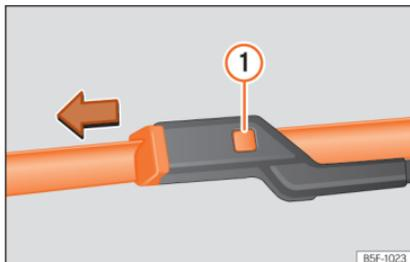

Abb. 80 Scheibenwischerblätter der Frontscheibe auswechseln.
- Entriegelungstaste » **Abb. 80** **1** gedrückt halten und gleichzeitig das Scheibenwischerblatt in Pfeilrichtung abziehen.